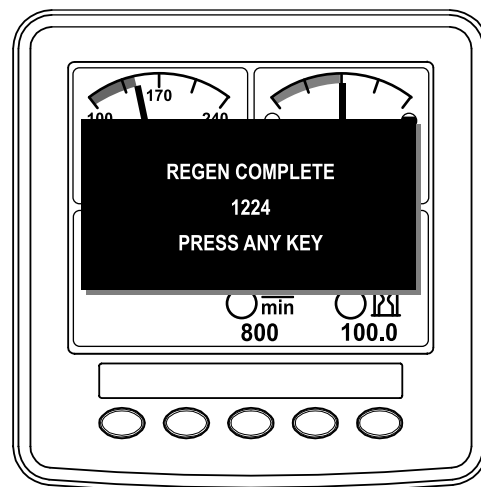

Figure 62
11. Quand le calculateur moteur achève une régénération en stationnement ou une d'urgence, l'InfoCenter affiche l'AVIS N° 1224 (Figure 62). Appuyez sur un bouton pour retourner à l'écran d'accueil.